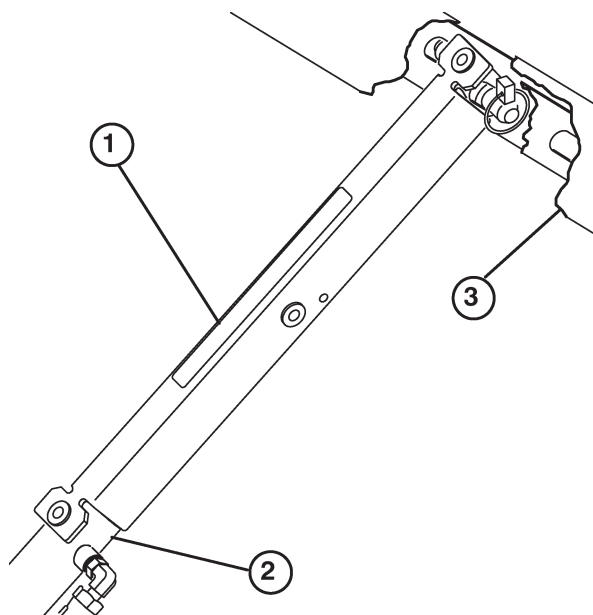

Figure 36
3. Poussez la béquille de sécurité sur la tige du vérin et vérifiez que les languettes d'extrémités sont en appui au bout du corps du vérin et au bout de la tige du vérin (Fig. 36).